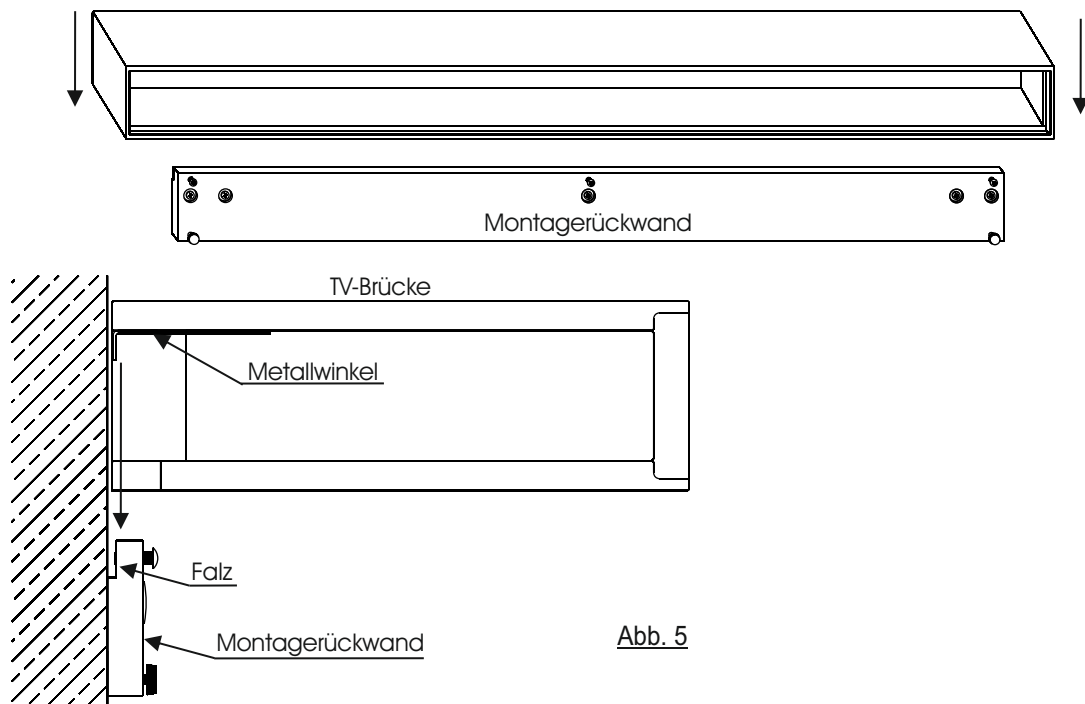

Abb. 5
9. Setzen Sie die Holzbrücke vorsichtig auf die Montagerrückwand. Der Metallwinkel des Oberbodens der Brücke wird hierbei in die Falz der Montagerrückwand hineingeführt. (Abb. 5)